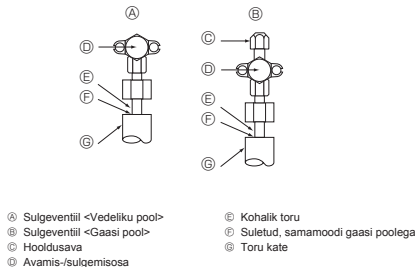

Fig. 5-4
5.4. Külmaaine toru õhutiheduse testimismeetod (Fig. 5-4)
- Kui rõhk langeb etapis (2) või (3), esineb gaasi lekkimist. Selgitage välja gaasilekke põhjus.